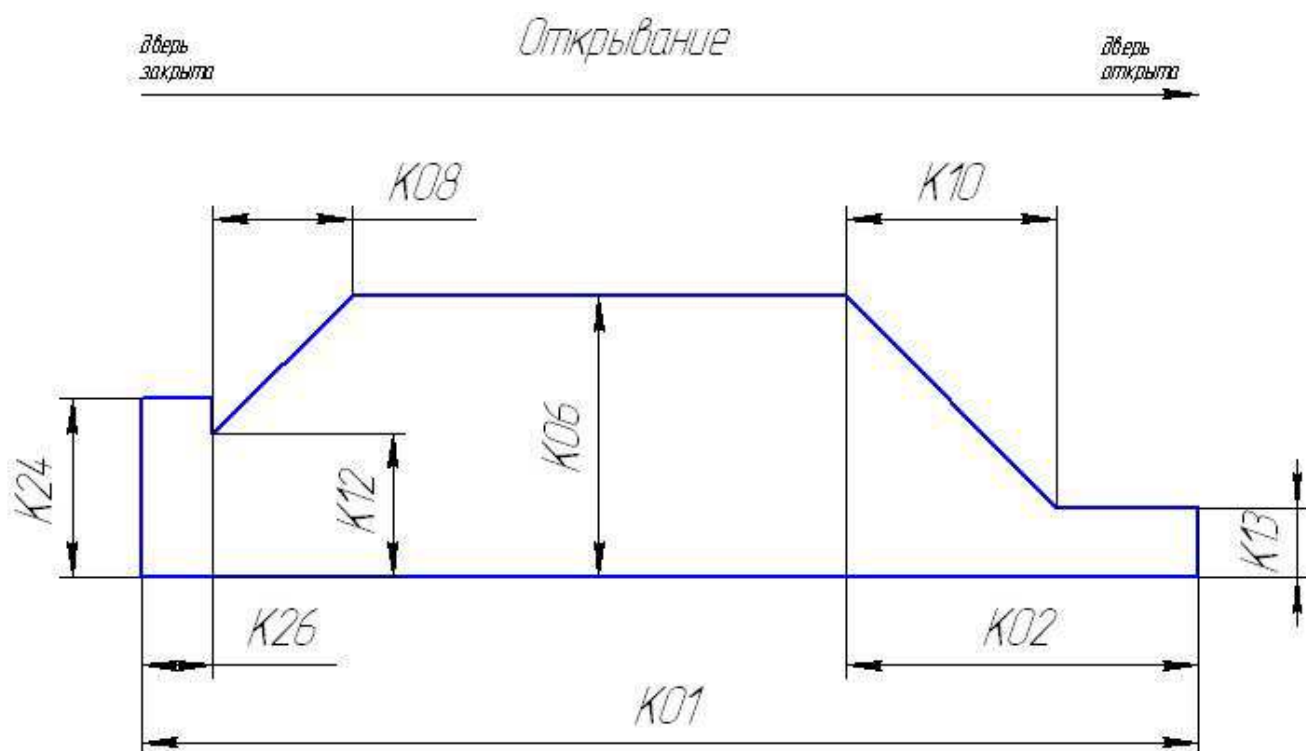
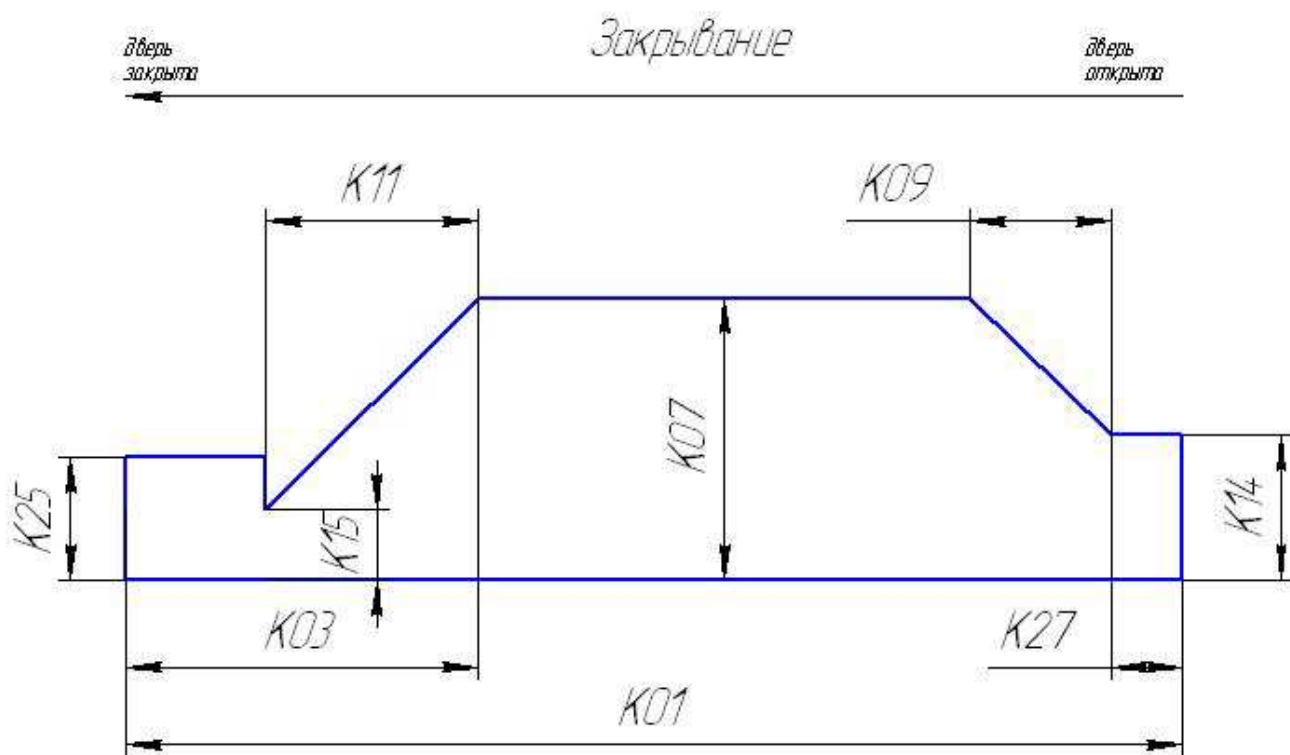

Рис. 3
Рис. 4
Произведите установку необходимых Вам значений регулируемых параметров согласно таблице 1 и диаграммам «открывание» (рис.3) и «закрывание» (рис.4), добившись комфортного движения двери с учетом рекомендаций.
5.7 Рекомендации по установке значений регулируемых параметров согласно таблице 1 и диаграммам «открывание» (Рис.3) и «закрывание» (Рис.4).
При подаче станцией сигнала на вход «заккрыть» происходит закрывание двери согласно диаграмме «закрывание» (рис.3). Движение начинается с разгона двери на участке ускорения закрывания, далее движение с максимальной постоянной скоростью, затем торможение и дотягивание на скорости замка закрывания до полного закрытого положения.